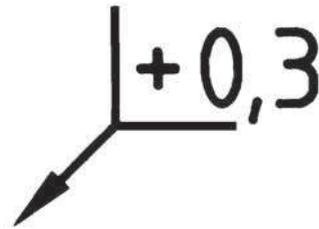

Bild 16.
3.3.1 Das Kantenmaß ist mit dem Symbolelement + oder - für den Kantenzustand nach Tabelle 1 (in Feld a_1 entsprechend der Festlegung nach Bild A.1) am Grundsymbol einzutragen (Beispiel siehe Bild 16).